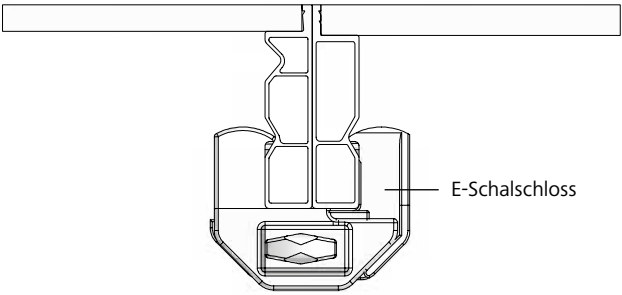

Abb. 12.2
- mit einfacher Sicke (bis 2006) und Doppelsicke (ab 2006) mit dem E-Schalschloss (Abb. 12.2).